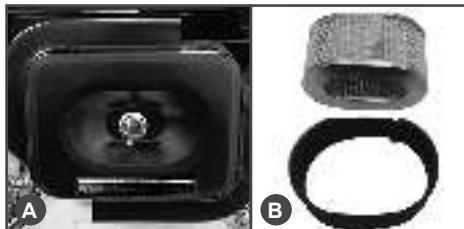

Рис. 20 Обслуживание воздушного фильтра
2. Открутите барашковую гайку и снимите крышку воздушного фильтра (Рис. 20А).
Воздушный фильтр состоит из двух фильтрующих элементов (Рис. 20Б):